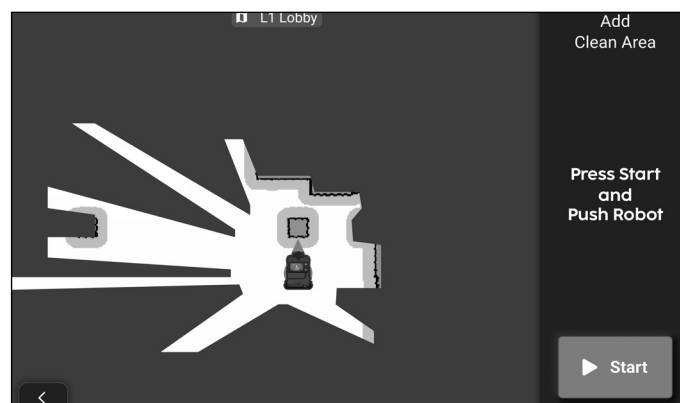

Abbildung 33
13. Schieben Sie den Roboter in den Bereich, in dem die Reinigung stattfinden soll, und drücken Sie „Start“, um mit der Erstellung des Reinigungsbereichs zu beginnen (**Abb. 33**).